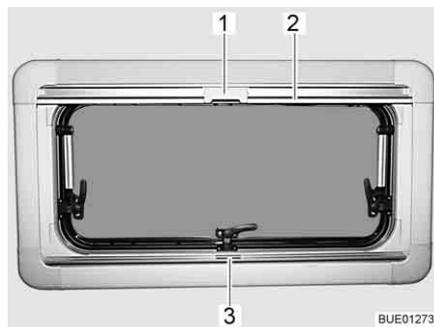

Fig. 63 Fenêtre projetante
- Saisir le dispositif occultant plissé (Fig. 63,3) par le centre de la barre-poignée, le tirer du bas vers le haut et le relâcher à la hauteur voulue. Le dispositif occultant plissé reste alors à cette hauteur.
- Tirer la moustiquaire (Fig. 63,2) par la barre-poignée vers le bas jusqu'à ce qu'elle entre en contact avec celle du dispositif occultant plissé (Fig. 63,3).
- Verrouiller le cran (Fig. 63,1) de la moustiquaire avec la barre-poignée du dispositif occultant plissé.
- Presser le cran (Fig. 63,1) en haut de la moustiquaire vers l'arrière.
- Ramener lentement la moustiquaire en arrière au moyen de la barre-poi-gnée (Fig. 63,2).